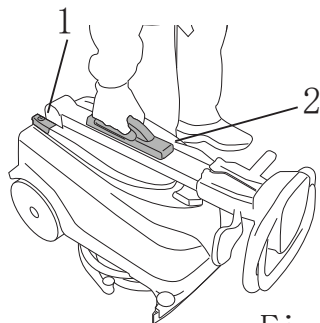

Fig. 6
- 断开总开关 (图6, 编号1), 关闭机器。
- 利用把手上的提把, 将机器提起 (图6, 编号2)。